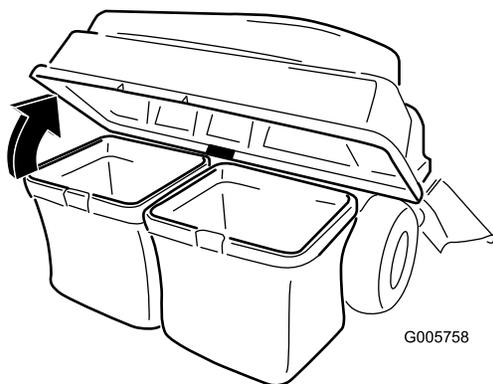

Рисунок 30
3. Откройте (поднимите) верхнюю часть травосборника (Рисунок 30).